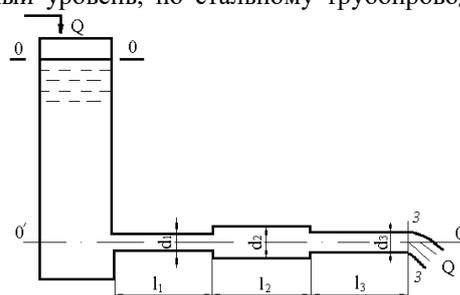

рис. 1
2. Из открытого резервуара, в котором поддерживается постоянный уровень, по стальному трубопроводу (эквивалентная шероховатость $\Delta = 0,1$ мм), состоящая из труб разного диаметра d и различной длины l ($d_1 = 50$ мм, $l_1 = 5$ м, $d_2 = 100$ мм, $l_2 = 2,5$ м, $d_3 = 75$ мм, $l_3 = 3$ м) вытекает в атмосферу вода, расход которой $Q = 10$ л/с, температура $t = 60^\circ\text{C}$ (рис. 1).